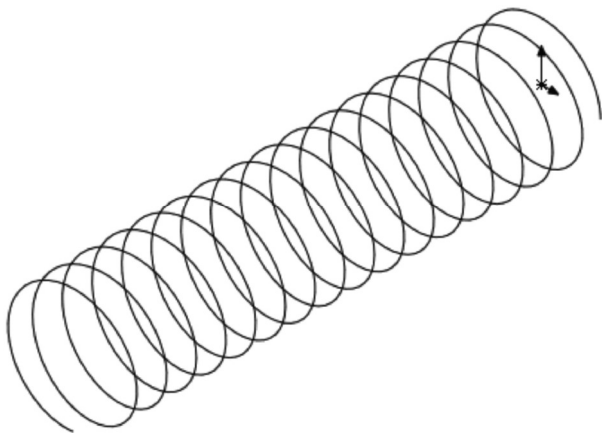

图 9-27 生成螺旋线
- [4] 单击【确定】按钮, 生成螺旋线，如图 9-27 所示。